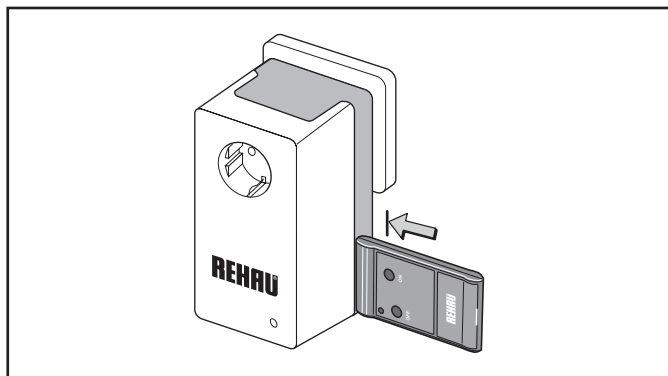

Рис. 6-30: Удаление настроек пульта с принимающего устройства
1. Поднесите пульт к темной задней части корпуса принимающего устройства (см. рис. 6-30)